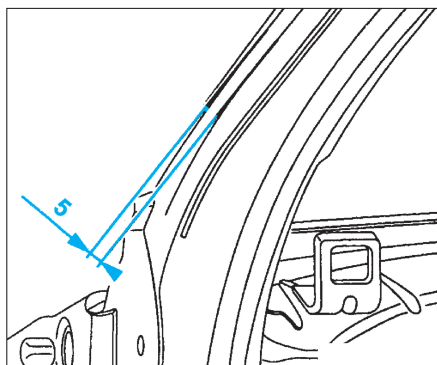

FIG. 60
- Poser le support joint jet d'eau et vérifier la cote (Fig.60).